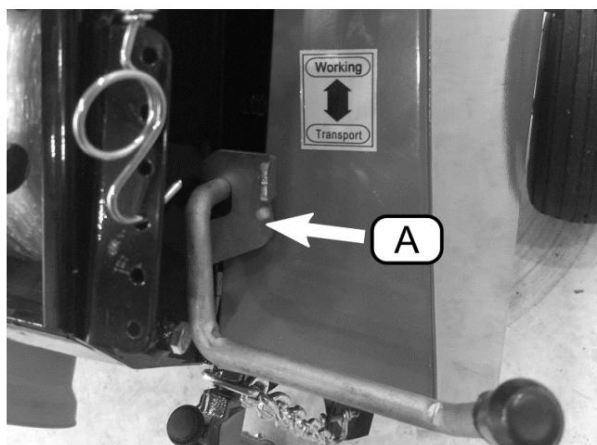

Figura 29 Partea din față stângă a preseii
- Pickup-ul poate fi ridicat și blocat în poziția de transport cu ajutorul pârgheii de ridicare și al blocării de transport (Figura 29, A).